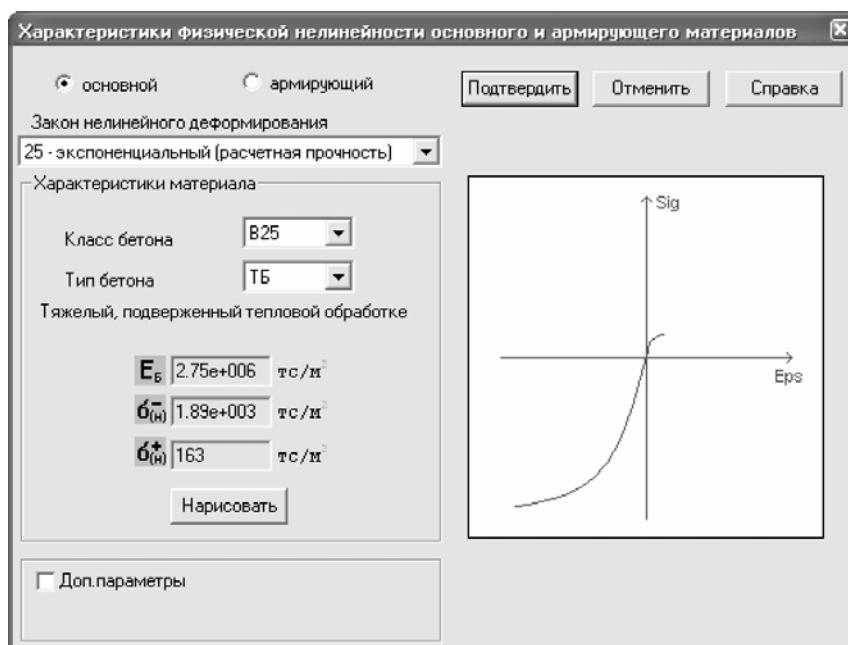

Рис.7.13. Диалоговое окно Характеристики физической нелинейности основного и армирующего материалов для основного материала
- Для задания материала щелкните по кнопке Параметры материала. Вызывается диалоговое окно Характеристики физической нелинейности основного и армирующего материалов (рис.7.13).